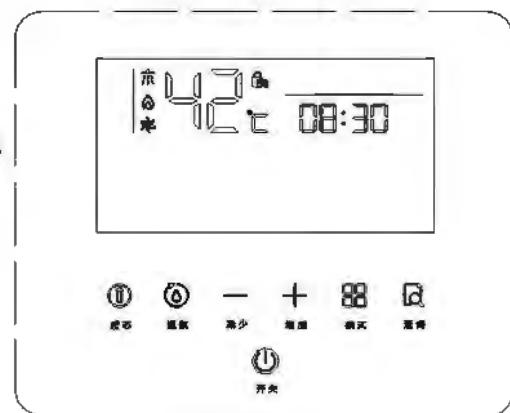

图16
(2) 按“+”键热水器进入温度调节状态，可自由设置温度。温度设置范围在35℃~65℃；35℃~48℃每按一次按键变化1℃，48℃~65℃每按一次按键变化为48℃、50℃、55℃、60℃、65℃，每按一次蜂鸣器响一声。
(3) 打开热水龙头，如图16，热水器便会启动点火，热水随之流出。开水启动后温度设置范围为35℃~50℃，超过50℃只能按下调键“-”(即儿童锁功能，防止烫伤)若想设置水温高于50℃，先关闭热水龙头后再按升温键。